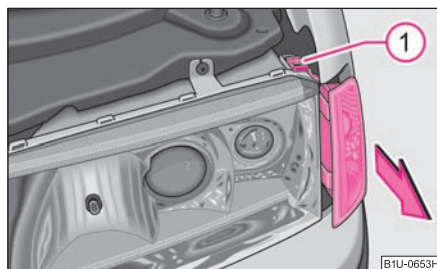

Fig. 184 Demontarea becului cu incandescență al luminii de semnalizare din față
- Scoateți șurubul ①.
- Împingeți becul în sensul indicat de săgeată ⇒ fig. 184.
- Înșurubați șurubul ①. ■